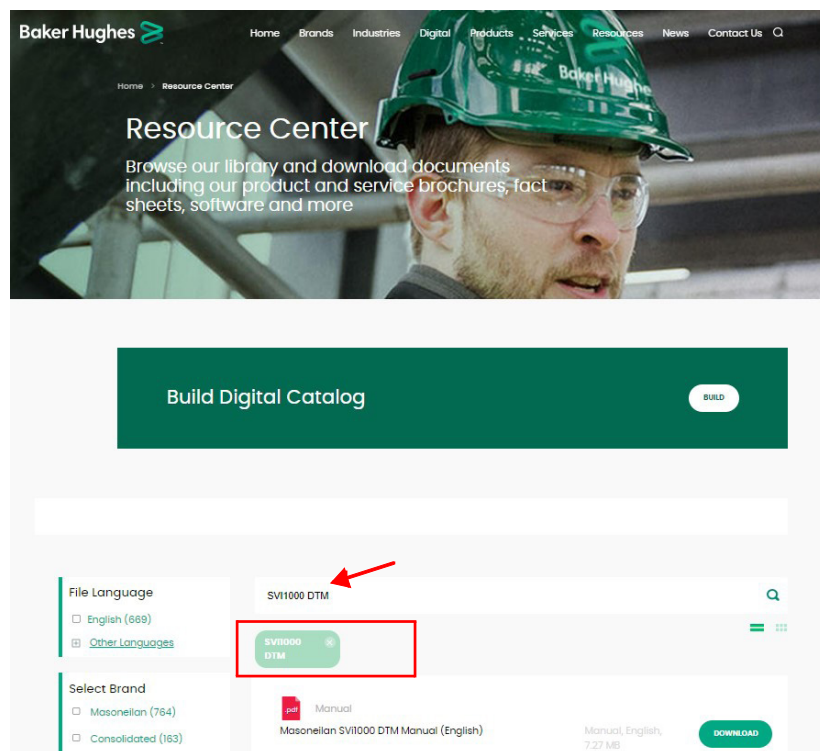

Figura 10 - Centro de recursos: Búsqueda de SVi1000 DTM
1. Vaya al *Centro de recursos* (<https://valves.bakerhughes.com/resource-center>) e ingrese *SVI1000 DTM* en el campo de búsqueda (flecha roja en la Figura 10).
Aparecen los resultados (recuadro rojo en la Figura 10).